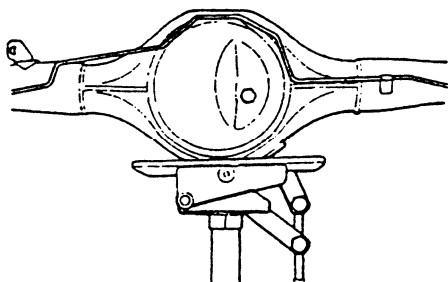

图 4-91 用千斤顶顶起后轴
(1) 拆卸传动轴前，在接头两侧凸缘打上配合记号，以利于安装，然后将传动轴拆下。注意将传动轴用铁丝等物品固牢，避免掉落损伤。
(2) 拆卸减震器时，如图 4-91 所示，在拆卸减震器下固定螺母之前，先用千斤顶将后轴顶住。